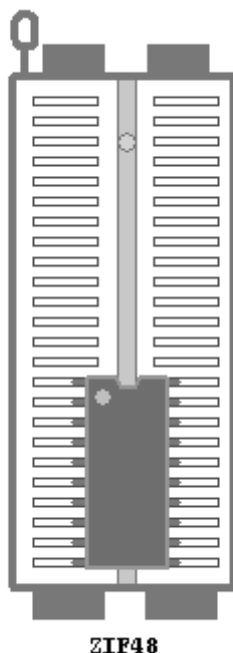

Рисунок 2 – Установка микросхемы в программатор XGecu T56
2.1 Установите микросхему в панель программатора XGecu T56 (рисунок 2);